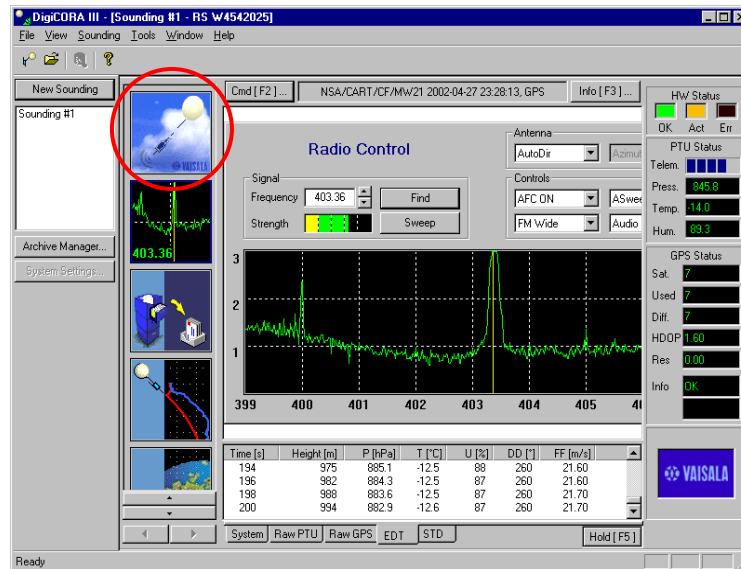
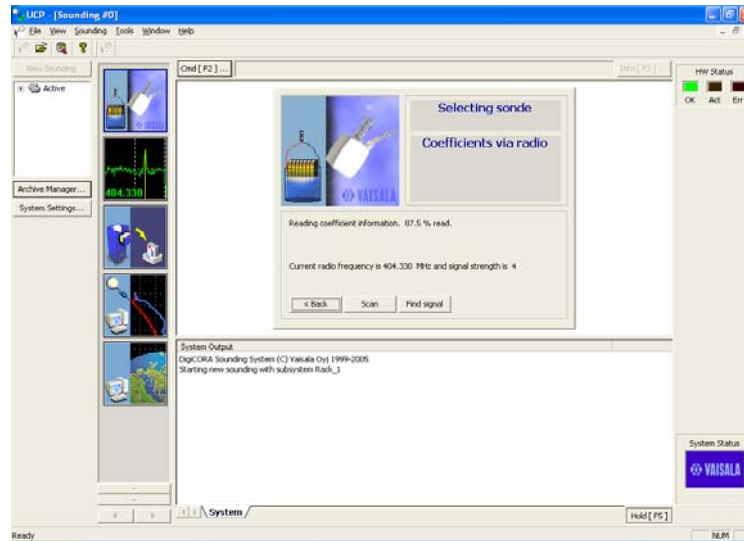

图 6
图 7
29. 系统找到无线电高空探测仪后，点击顶部左边的图符（见图 6）以返回控制屏幕。您会看到一幅如图 7 所示的屏幕。